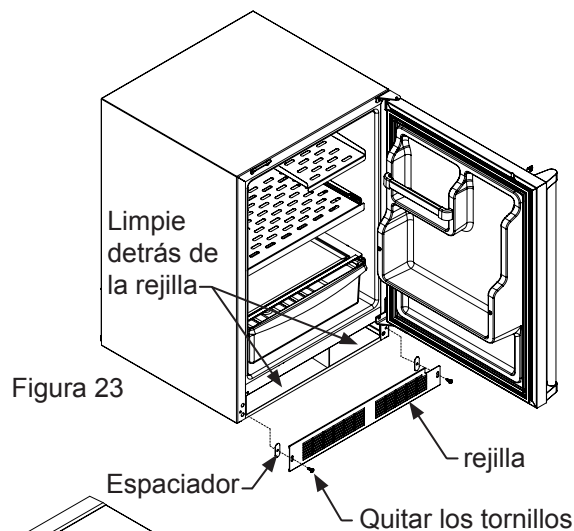

Figura 23
8. Quite la rejilla frontal de protección (vea las Figura 23) y limpie la suciedad y desperdicios de detrás de la unidad mediante un cepillo y una aspiradora.